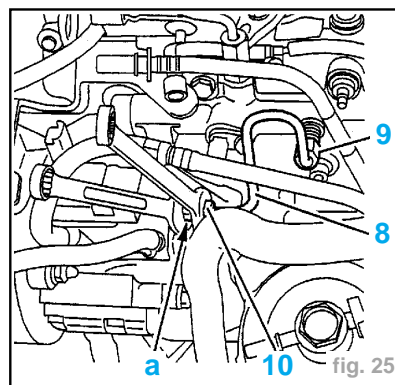

fig. 25
- Appliquer un contre-couple en (a); desserrer le raccord (10) (fig. 25).
- la rampe (14) d'injection directe haute pression carburant
- approcher les vis (13)
- le capteur haute pression carburant (11)
- la sonde de température carburant (12)
- Reposer le tube d'alimentation haute pression (8), serrer à la main les raccords (9), (10) (fig. 25).
- le raccord (9) à 2 m.daN (fig. 25)
- le raccord (10) à 2 m.daN; appliquer un contre-couple en (a)